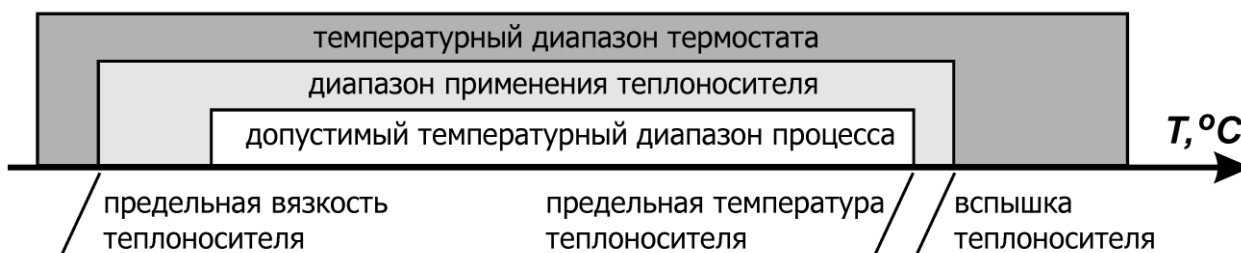

Рисунок 8 — Определение предельной температуры теплоносителя
2.12.2 Рекомендуемые теплоносители и соответствующие им диапазоны изменения температур регулирования и срабатывания защиты от перегрева приведены в таблице 4. Приведенные ниже величины температурных диапазонов могут ограничиваться температурным диапазоном термостата, в составе которого используется блок регулирования (рисунок 8).